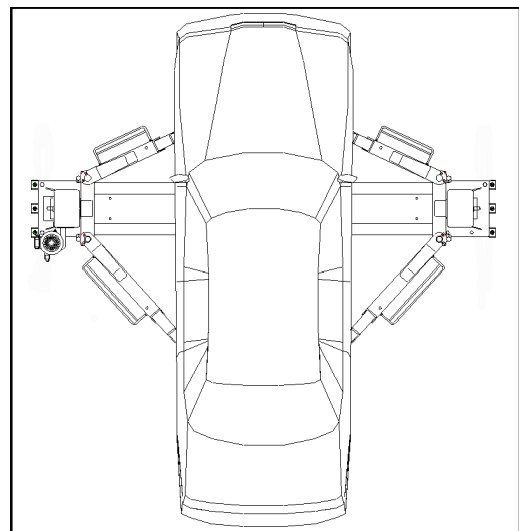

Fig. 10 Korrekt lastat fordon
Det är viktigt att placera fordonet på lyften så att vikten fördelas korrekt mellan armarna. (**Fig. 10**) För person- och utrustningssäkerhet är det viktigt att:
- ◆ Fordonet är korrekt placerat. (**Fig. 10**)